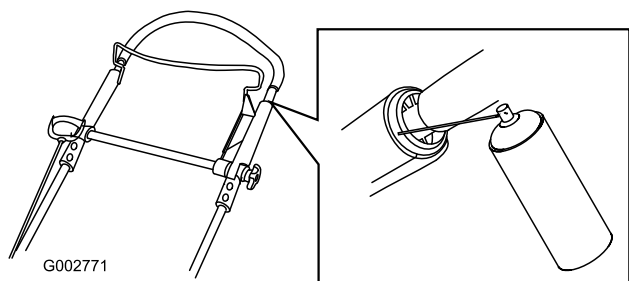

Figure 34
1. Pulvérisez l'extrémité en plastique extérieure de la poignée intérieure (Figure 34).